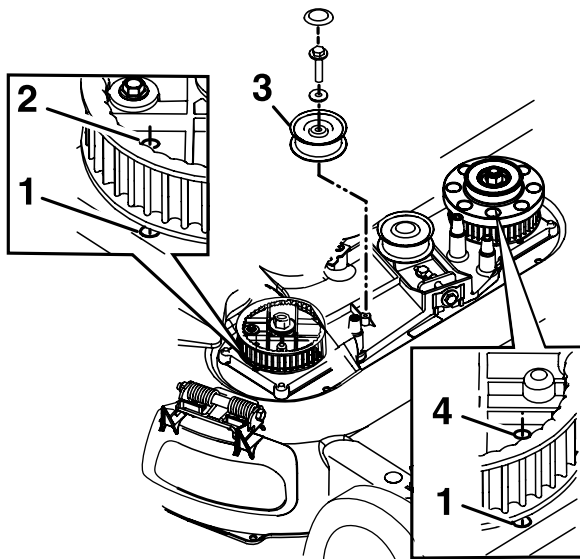

Figura 45
8. Retire la polea tensora fija y los herrajes (Figura 45).
10. Alinee los taladros de los piñones de la izquierda y de la derecha con los taladros de la carcasa, según se muestra en Figura 45.